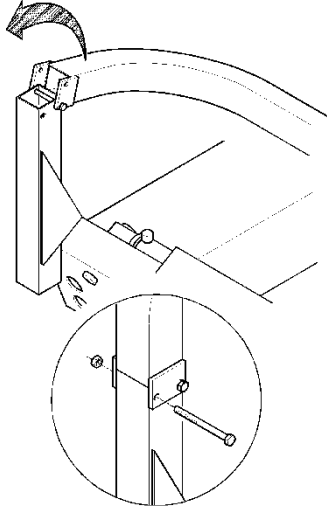

Abb.11
Sicherstellen, daß die Elektrokabel und Hydraulikschläuche dabei nicht gequetscht oder beschädigt werden (Abb.11).
- B. Den Zubehöralter anbringen und mit der entsprechenden Schraube befestigen (Abb.11).